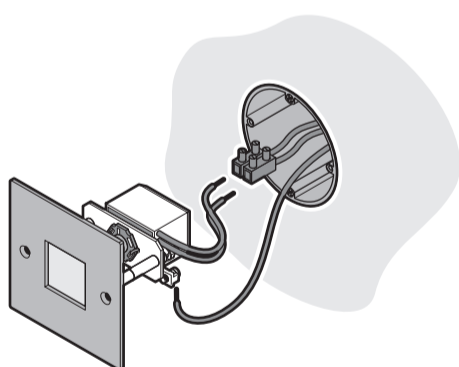

Abb. 2
2. Wandeinbauleuchte über Lüsterklemmen mit 230-V-Leitung und Schutzleiter verbinden (Abb. 2).